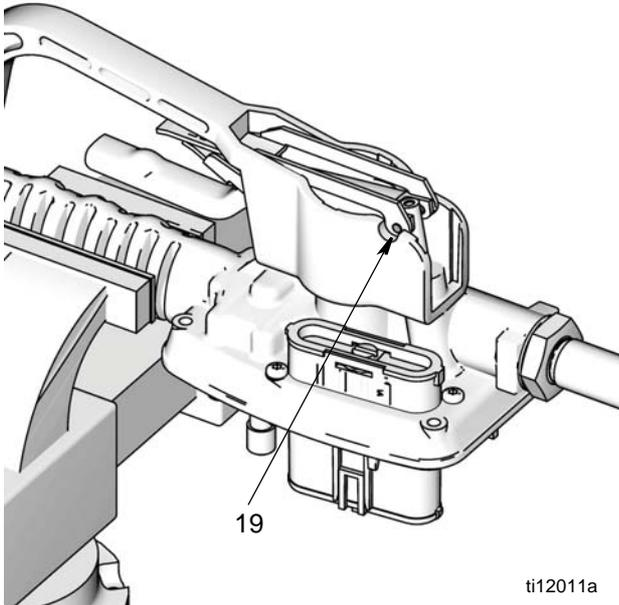

FIG. 26
varilla o espiga que no sea metálica para empujar la varilla hacia abajo y fuera de la base de la carcasa del medidor (FIG. 26), lo suficiente para llegar a la clavija (19) que asegura la varilla de disparo al conjunto del disparador.